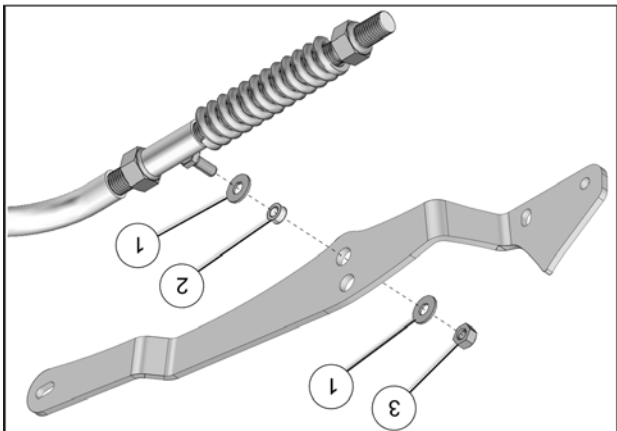

Fig. 8
8. Fixer le bras stabilisateur au trou du bas de la pièce d'ancrage du système de traction au moyen des rondelles (1), de l'espacer (2) et de l'écrou (3). Voir la Fig. 8